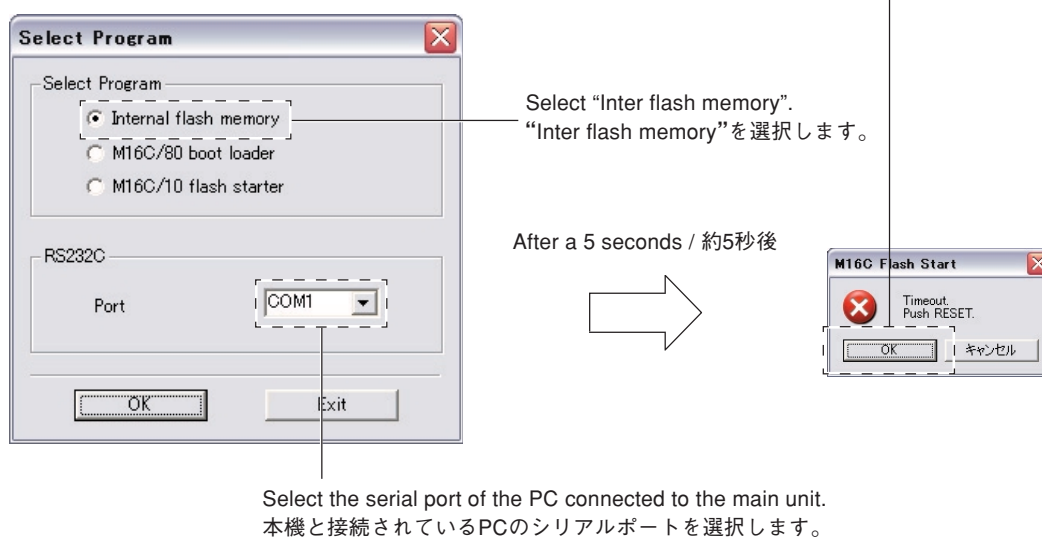

Fig. 2
"Select Program" is displayed. (Fig. 2)
7. Select Program: "Inter flash memory", RS232C Port: "COMx (serial port of the PC connected to this unit)". (Fig. 2)
8. After confirming settings, click [OK]. About 5 seconds later, "M16C Flash Start" is displayed. (Fig. 2)
10. Click [OK]. (Fig. 2)
6. 「FlashSta.exe」を起動します。「Select Program」が表示されます。(Fig. 2)
7. Select Program: 「Inter flash memory」、RS232C Port: 「COMx(本機と接続されているPCのシリアルポート)」を選択します。(Fig. 2)
8. 設定確認後、[OK]をクリックします。約5秒後、「M16C Flash Start」が表示されます。(Fig. 2)
10. [OK]をクリックします。(Fig. 2)